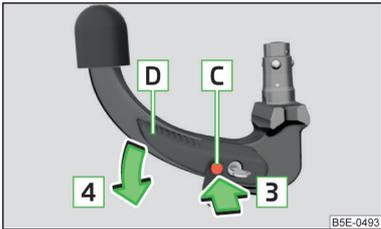

Abb. 272
- Den Auslösebolzen **C** in Pfeilrichtung **3** bis zum Anschlag hineindrücken und gleichzeitig den Bedienungshebel **D** in Pfeilrichtung **4** bis zum Anschlag drücken » Abb. 272.